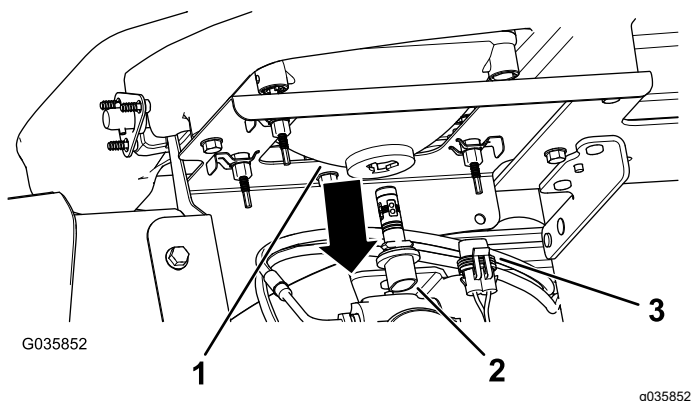

Figure 40
3. Débranchez le connecteur électrique de faisceau du connecteur de la lampe situé au dos du boîtier du phare (Figure 40).
4. Tournez l'ampoule d'un quart de tour dans le sens antihoraire et tirez-la en arrière hors du boîtier (Figure 40).
5. Insérez l'ampoule neuve dans le boîtier du phare et alignez les languettes sur les fentes du boîtier (Figure 40).
6. Fixez l'ampoule en place en la tournant d'un quart de tour dans le sens horaire (Figure 40).
7. Branchez le connecteur électrique de faisceau sur le connecteur de l'ampoule neuve (Figure 40).